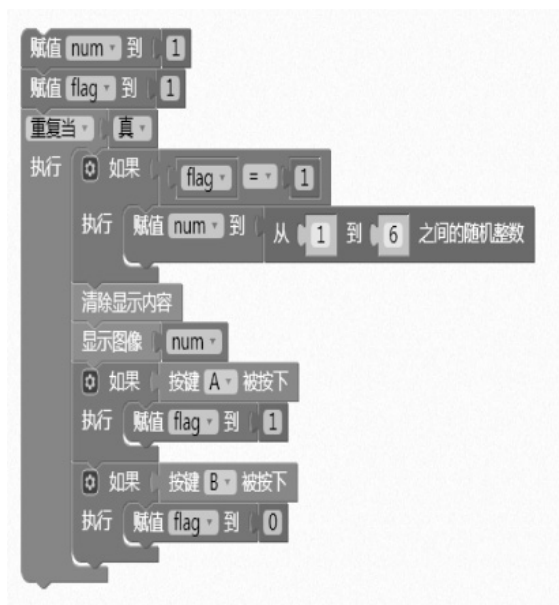

图 6-18 按下按键 B，显示结果
⑪ 继续添加“如果 执行”，在“如果”条件中添加“按键 B 被按下”，在“执行”中为 flag 赋值，如图 6-18 所示。